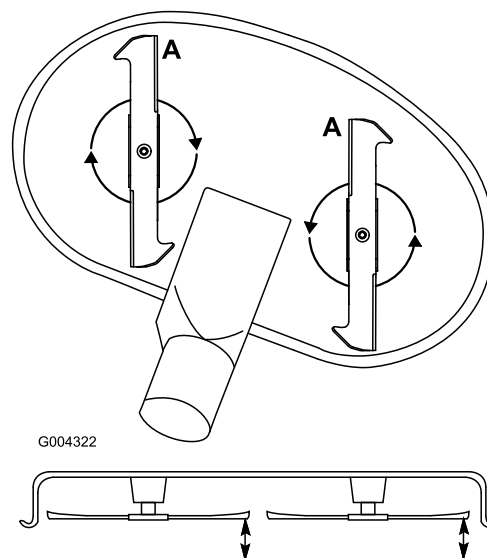

Figure 49
1. Tournez les lames dans le sens longitudinal (Figure 49). Mesurez la distance entre la surface plane et le tranchant (position A) des lames (Figure 49). Notez cette valeur.